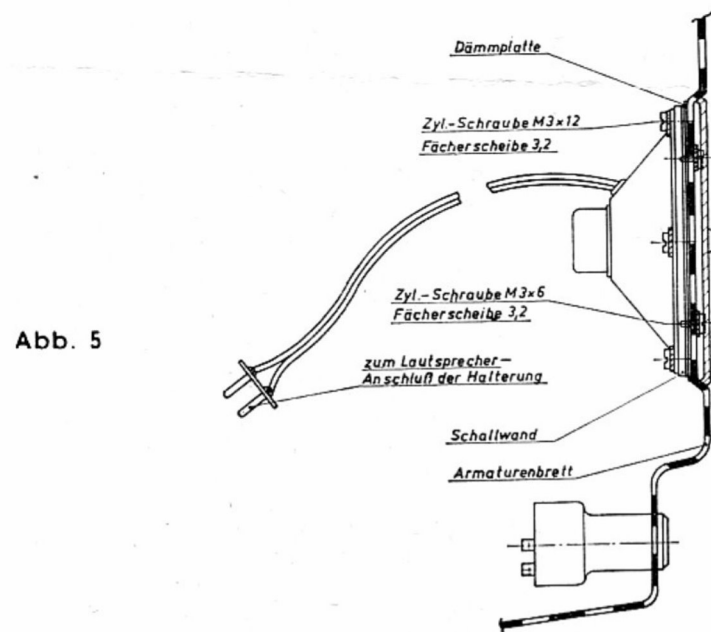

Abb. 5
- c) Von hinten auf den Ausschnitt zuerst mitgelieferte Dämmplatte, dann Schallwand anhalten (siehe Abb. 5).
e) Lautsprecher auf Schallwand aufsetzen und mit vier M3-Zylinderschrauben M 3 x 12 und Fächerscheiben 3,2 befestigen (Abb. 5).